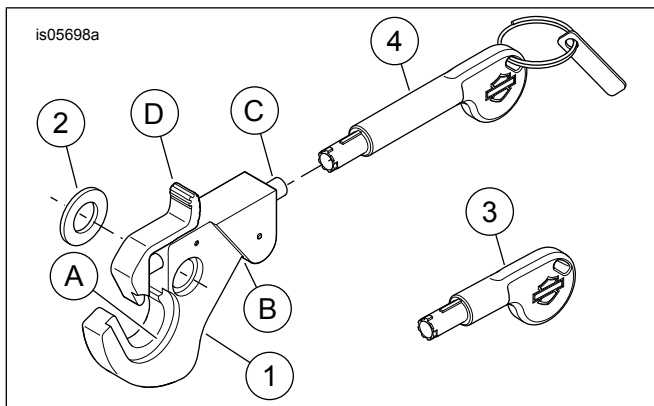

Figura 9. Piezas de servicio: Kits de cerraduras desmontables
Ver Figura 9 . Dependiendo del desmontable instalado, la posición de la descarga (A) y los cortes (B) se utilizan como espaciadores o soportes de puntos de acoplamiento.
1. **Bloquear el pestillo:** Ver Figura 9 . Cuando hayas instalado el desmontable, empuja el bloqueo accionado por presión (C).